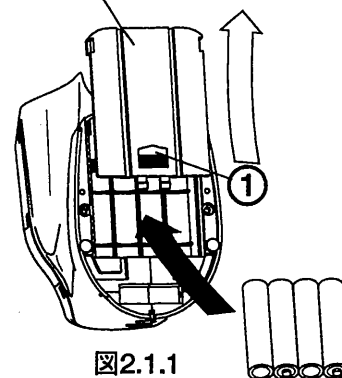

図2.1.1
『手順2』 CD100本体底面の電池カバーを図2.1.1の要領で①を押しながら矢印の方向にスライドさせて外します。